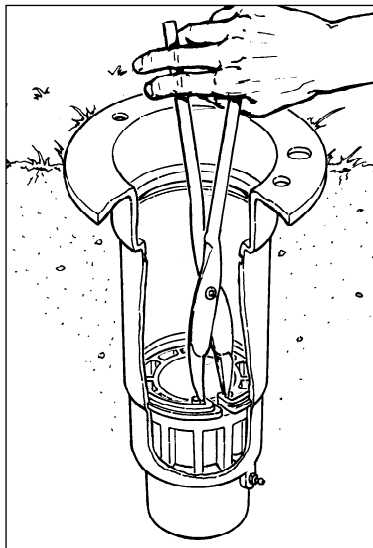

Abbildung 6
1. Zum Herausnehmen des Ventils die Enden des Sprengtrings mit einer Sprengringzange (Teile-Nr. 995-07) zusammendrücken und Sprengring vom Regnergehäuse lösen (**Abb. 6**).